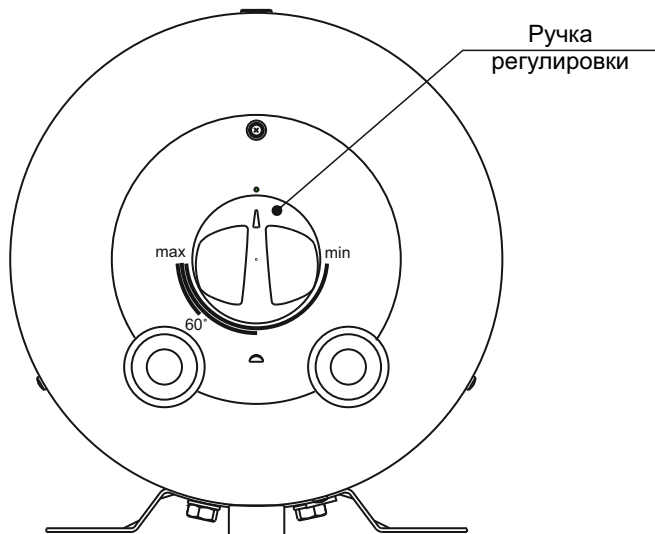

Рисунок 1 - Вид со стороны панели управления ЭВН
- На нижней защитной крышке ЭВН размещен терморегулятор с выведенной наружу ручкой (см. рисунок 1). С помощью этой ручки потребитель может плавно регулировать температуру нагрева воды до $70^{\circ}\pm 5^{\circ}\text{C}$.
- По желанию потребитель может изменить температуру нагрева воды с помощью ручки регулировки. Поворотом ручки регулировки по часовой стрелке увеличивают температуру нагрева воды, поворотом ручки против часовой стрелки - уменьшают. Для ориентации на шкале обозначено положение ручки регулировки, соответствующее нагреву воды примерно до 60 °С (см. рисунок 1).